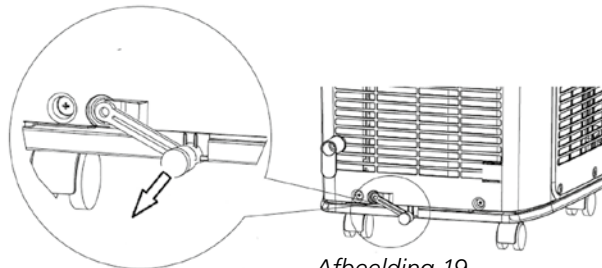

Afbeelding 18
- 1 Monteer de meegeleverde kabelhaken E met de schroeven F (zie afbeelding 1), op de achterzijde van de airconditioner (zie afbeelding 18).